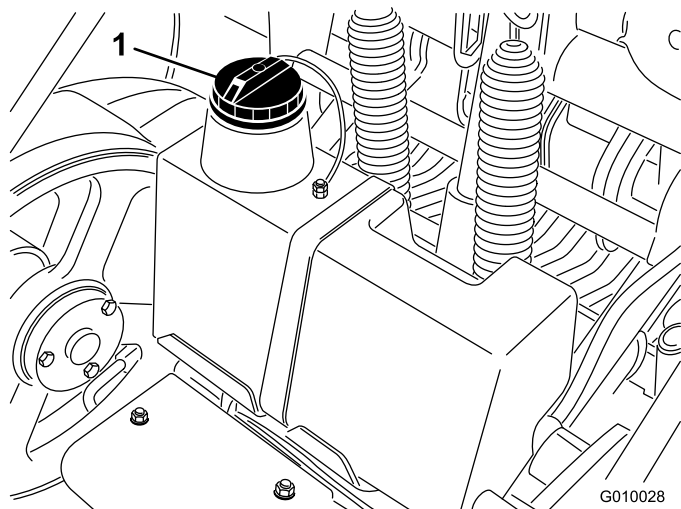

Figura 19
3. Pulite attorno al collo del bocchettone e del tappo del serbatoio idraulico (Figura 19). Togliete il tappo dal collo di riempimento.